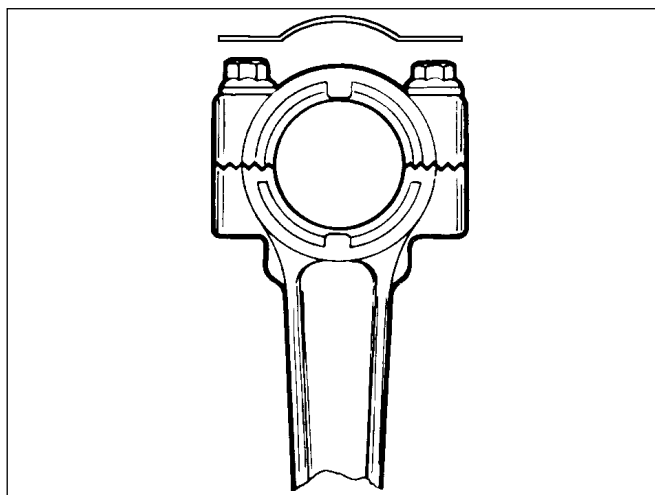

Abb. 19
- Sicherungsschrauben - (Abb. 19)